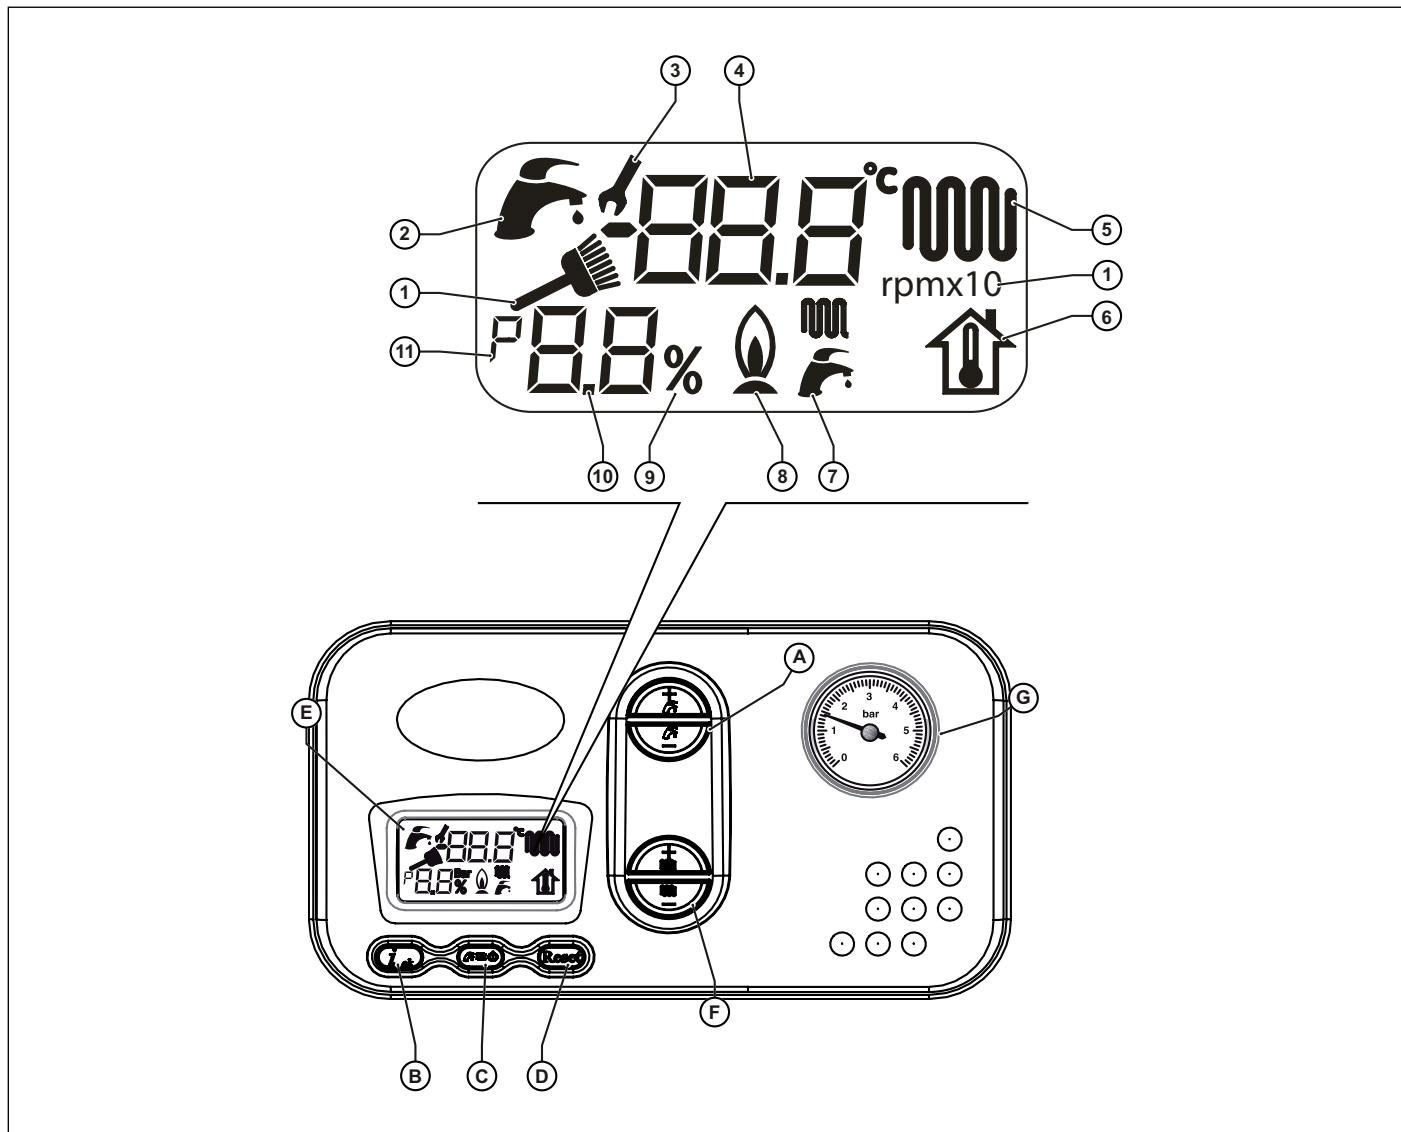

Fig. 1 Panou de comandă
- Alegeti sistemul de funcționare a centralei termice: OFF (OPRIT), VARĂ, IARNĂ, DOAR ÎNCĂLZIRE (vezi tasta (C) din Fig. 1 Panou de comandă la pagina 9).